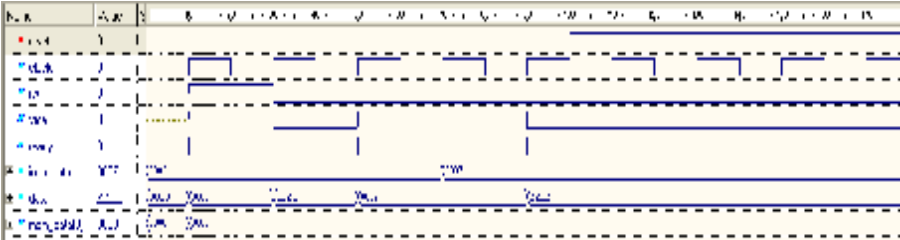

Рисунок 2.31 – Результат автоматичного тестування
2.8.11 Якщо повторити запуск командного файлу, буде отримана нова часова діаграма (рис. 2.31), яка відображає закон зміни не одного, а усіх дев'ятох сигналів, що тестуються. Переконайтеся, що результати автоматичного тестування співпадають з раніше отриманими (див. рис.2.24).